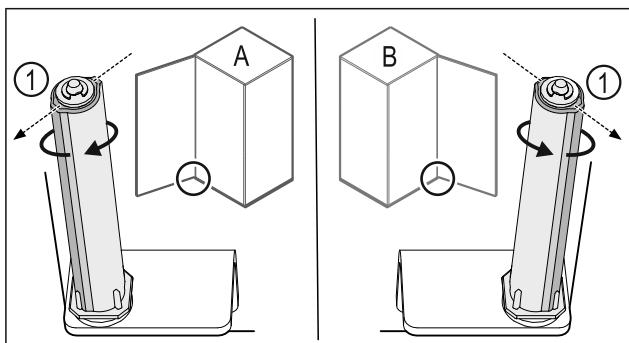

Fig. 50 左门挡(A) / 右门挡(B)
- 克服阻力转动关门系统，直至关门系统 Fig. 50 (1)的连接片朝外。